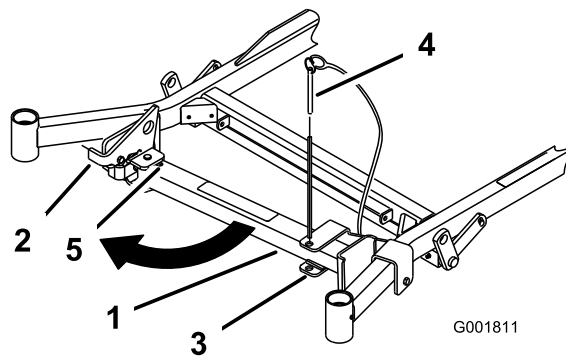
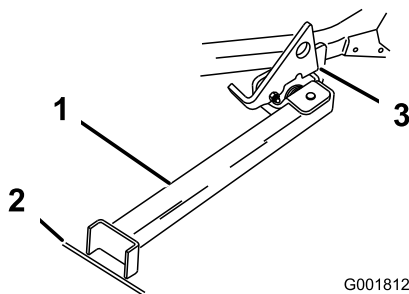

Figura 42
Figura 43
2. Retire o pino do suporte (Figura 42).
3. Levante o trinco. Rode o pé do stand para fora, pela frente, e faça deslizar o stand em direção à máquina, para a parte de baixo da ranhura (Figura 42 e Figura 43).
6. Coloque o pé do stand no solo e assente o trinco na patilha articulada (Figura 43).
Nota: Para obter melhores resultados, coloque o pé do stand em junções nos passeios ou na relva (Figura 43).
8. Avance para o stand. Pare quando o trinco cair sobre a patilha para a posição de BLOQUEADA (Figura 43). Quando estiver no stand, engate o travão de estacionamento e desligue o motor.
7. Volte a colocar o stand na posição de DESCANSO (Figura 42).